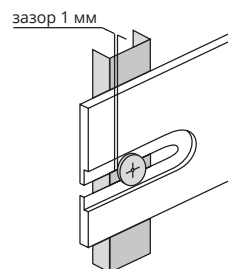

Рис. 3
4. Панели и аксессуары нельзя жестко фиксировать. Между шляпкой и панелью должен оставаться зазор 1 мм (рис. 3) - это необходимо для свободного движения панели при возможных тепловых расширениях/сжатиях.